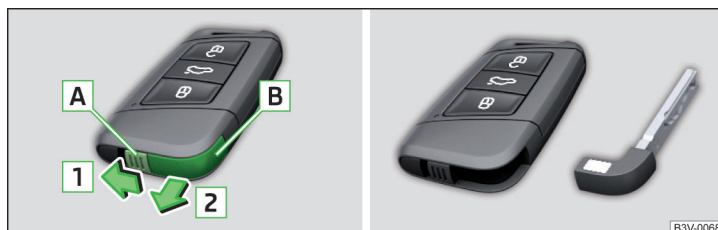

Fig. 36 Cheia KESY
- Deblocați elementul de fixare **A** în sensul săgeții **1** » fig. 36.